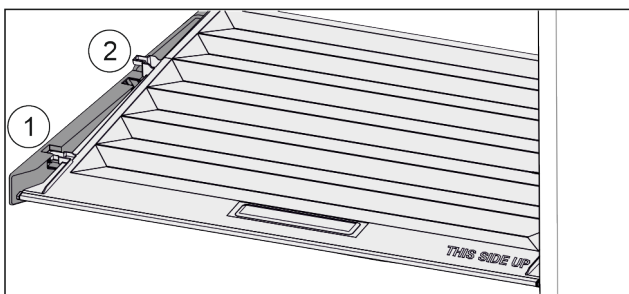

Fig. 161
- ▶ Vedä kantta kiinnikkeissä olevaan aukkoon saakka eteenpäin Fig. 161 (1).
- ▶ Nosta sitä takaosasta ja ota se pois yläkautta Fig. 161 (2).